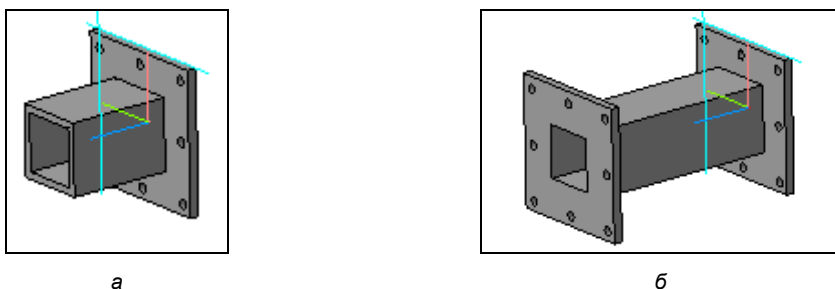

Рис. 5.15. Варианты построения зеркального массива
С помощью данной команды можно создать копии выбранных элементов, симметричных относительно указанной плоскости или грани. Создадим зеркальный массив на модели Труба с фланцем (рис. 5.15, а). Откройте ее в окне системы. Далее:
- ◆ нажмите кнопку **Создать объект**. Система создаст зеркальный массив трубы с фланцем (рис. 5.15, б). В Дереве модели появился новый элемент **Зеркально отразить тело** со своей пиктограммой.